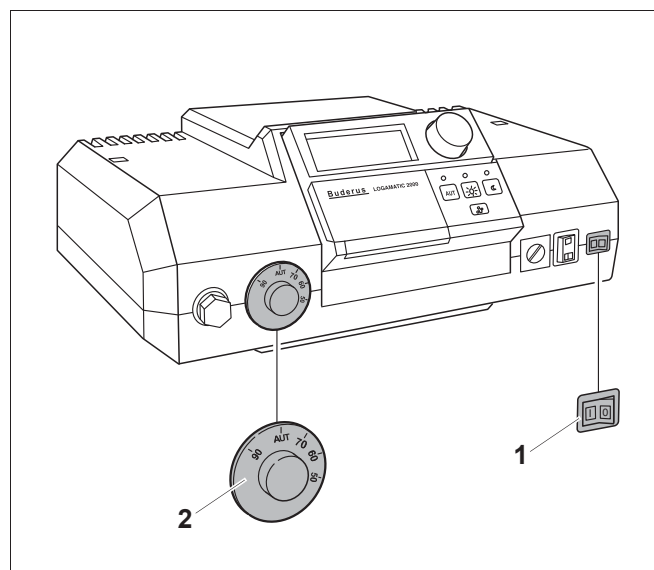
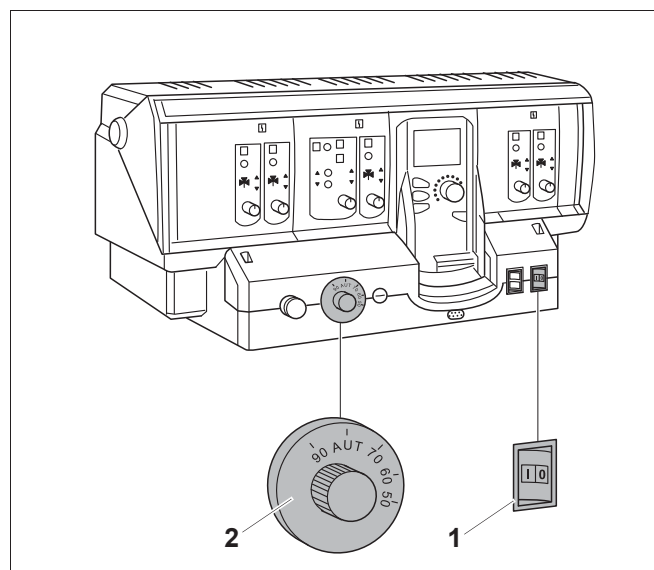

Рис. 24 Система управления Logamatic 2000
Рис. 25 Система управления Logamatic 4000
- Установить пусковой выключатель (рис. 24, **поз. 1** или рис. 25, **поз. 1**) в положение "I" (ВКЛ).
- Регулятор температуры котловой воды (рис. 24, **поз. 2** или рис. 25, **поз. 2**) установить на "AUT". При регулировании с поддержанием постоянной температуры установить нужное значение (минимум 65 °С).